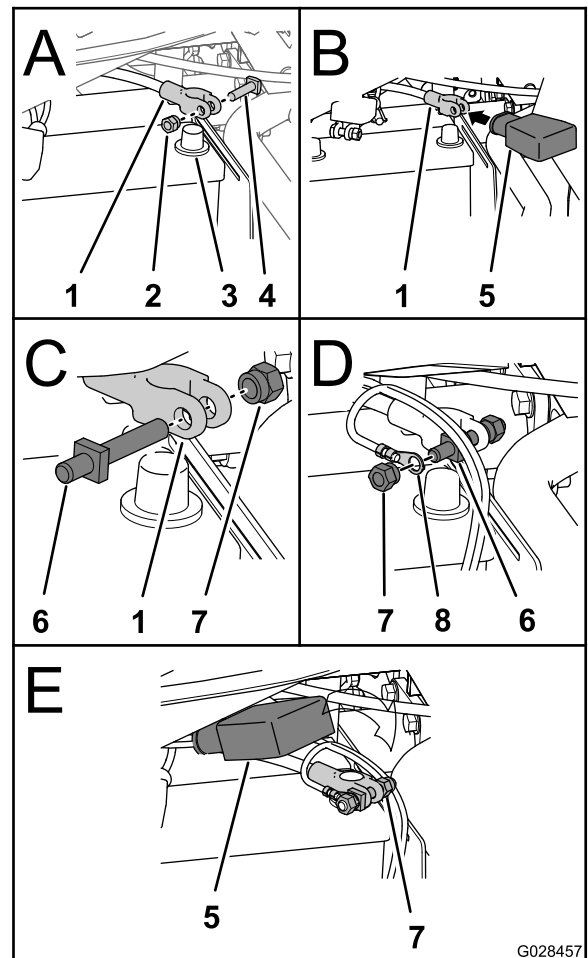

図 25
1. バッテリーのプラス端子からナットとTボルトを外す 図 25のA。
2. バッテリーのプラス端子に赤いカバーを通す 図 25のB。
3. プラスケーブルの端子に新しい端子ボルトとクランプナットを取り付ける 図 25のC。
4. スプレーヤのワイヤハーネスのバッテリー用リード線を、バッテリーの端子ボルトに取り付けてクランプナットで固定する (図 25のD)。
6. マイナスケーブルをバッテリーのマイナス端子に接続し 図 25のE、クランプナットを 19.78 - 25.42 N·m 2.0-2.6 kg.m = 175-225 in-lbにトルク締めする。